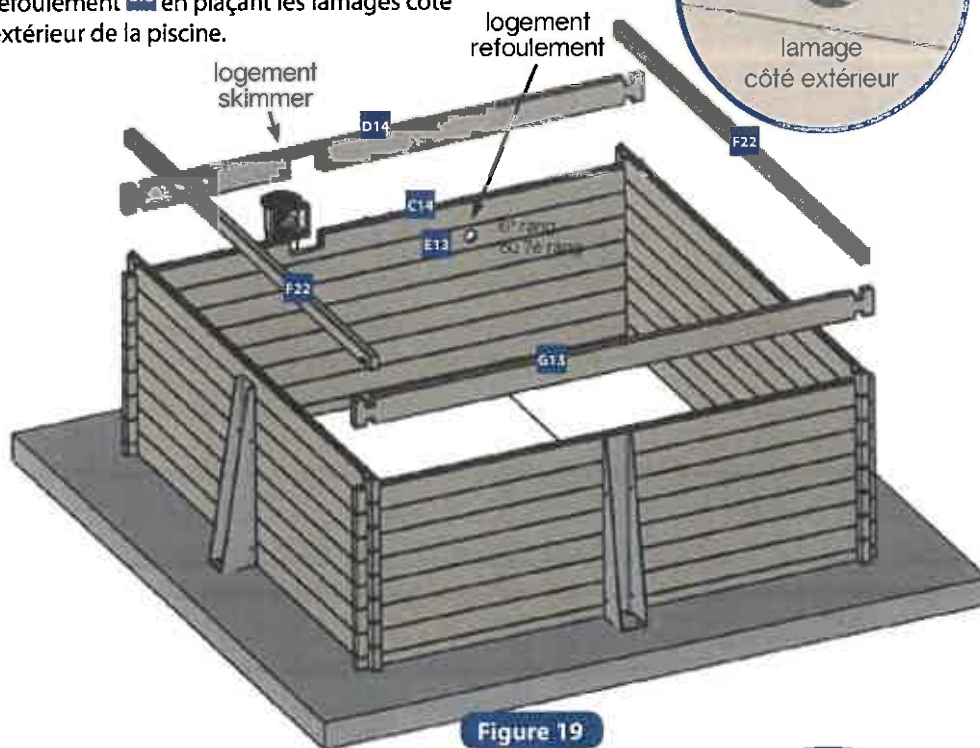

Figure 19
- Placez les madriers spécifiques au skimmer face aux vents dominants. Les madriers C14 et D14 se positionnent toujours sur un pan commençant par un madrier B13 (figure 19).